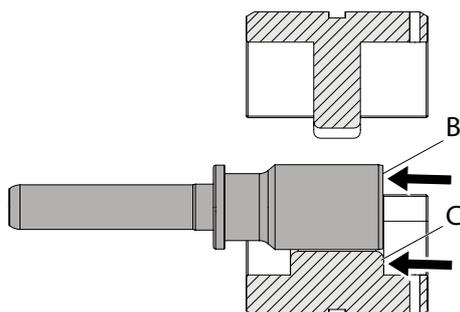

Abb. 34:
4. Beim Einlegen und Verpressen des Kontakts im Crimpeinsatz darauf achten, dass die Stirnfläche des Kontakts am Anschlussbereich (**Abb. 34/B**) bündig mit der Stirnfläche des Amboss (**Abb. 34/C**) ist.